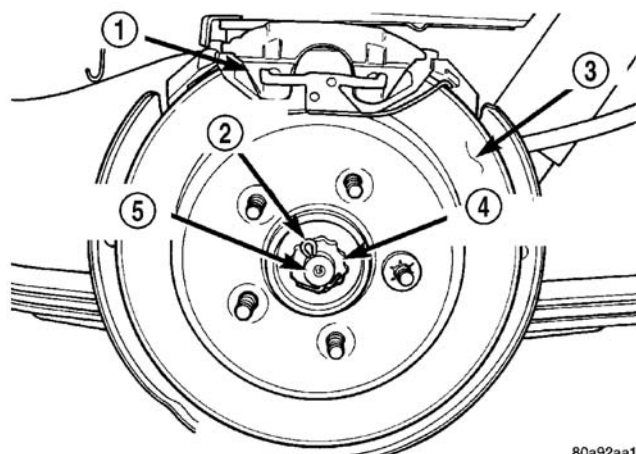

图 18 开口销和锁紧螺母
(13) 在外等速万向节的短轴上安装弹簧垫圈 (图 18)。